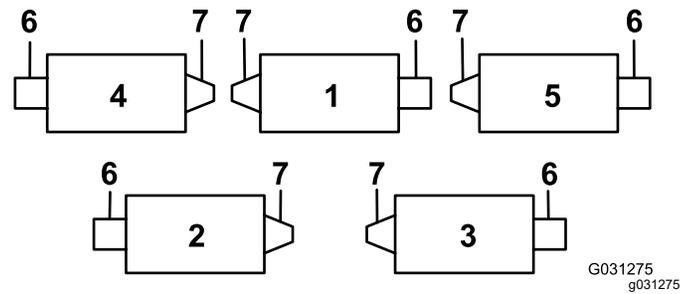

Figura 12
Importante: En la Unidad de corte 4 (delantera izquierda) y la Unidad de corte de 5 (delantera derecha), utilice las tuercas de montaje del soporte de la varilla para instalar las guías de las mangueras a la parte delantera de las pestañas de las unidades de corte. Las guías de manguera deben estar inclinadas hacia la unidad de corte central (Figura 12 a Figura 14).
7. Aumente el alcance de la dirección de las unidades de corte traseras retirando los 2 espaciadores de pivote, tornillos allen y contratuercas con arandela prensada (Figura 15) de los bastidores de tiro de las unidades de corte traseras (Unidades de corte 2 y 3); consulte Figura 12.